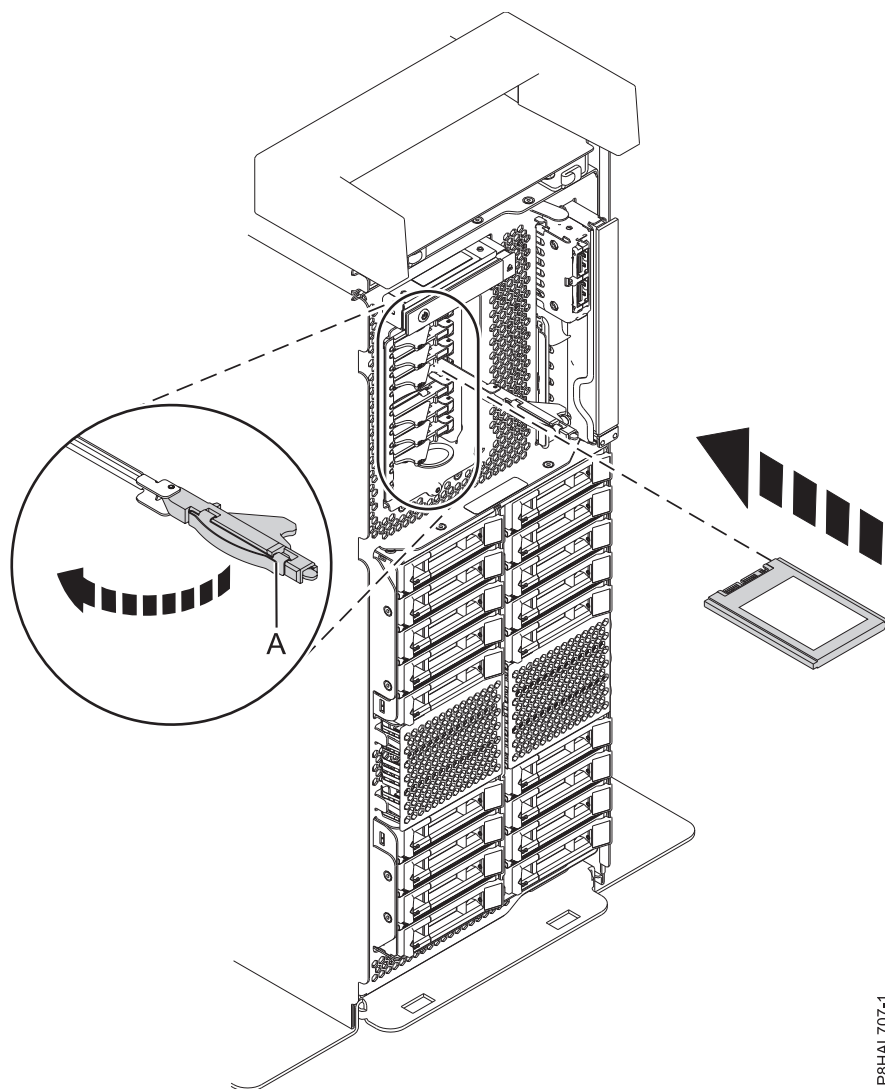

Figura 98. Substituir uma unidade SSD num sistema de função expandida autónomo
15. Com a pega do compartimento de unidade de SSD (**A**) na posição desbloqueada, puxe a alavanca para fora para ter acesso às calhas na ranhura de SSD. Apoie a parte inferior da SSD à medida que a alinha com as calhas na ranhura de SSD. Consulte a Figura 98 na página 111 e a Figura 98 na página 111.
20. Bloqueie a unidade ao rodar a pega do compartimento (**A**) na direcção demonstrada em Figura 98 na página 111 e Figura 98 na página 111.